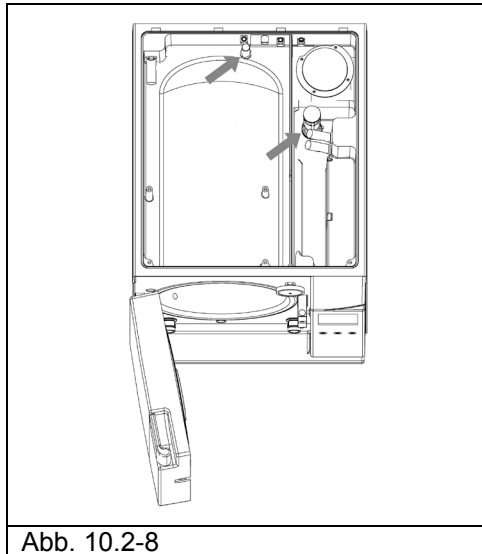

Abb. 10.2-8
6. Die Filter im Rein- und Schmutzwasserbehälter entfernen (Abb. 10.2-8), von allfälligen Rückständen reinigen und mit fließendem Wasser spülen. Dann erneut in den Behälter montieren und dabei auf die korrekte Positionierung achten.